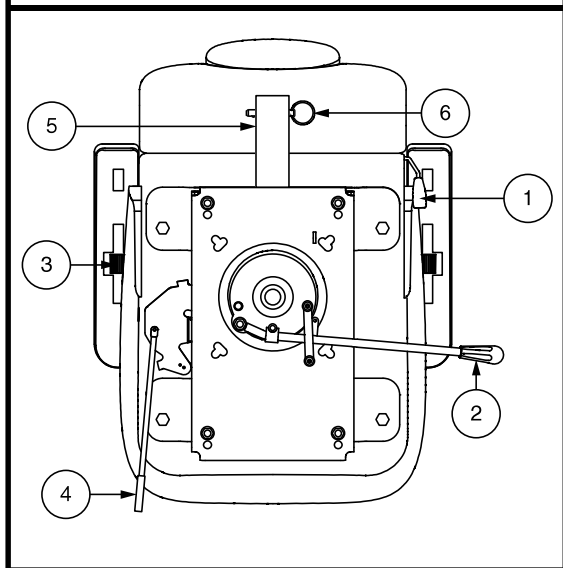

Figura 20. Regolazioni del sedile
Se lo scooter è dotato di uno schienale reclinabile, per regolare il sedile reclinabile dello scooter, osservare questi passaggi. Vedere figura 20.
Vedere figura 20.
L'inclinazione del bracciolo dello scooter è regolabile verso il basso o verso l'alto ruotando l'apposito selettore. **Vedere figura 20.**
1. Tirare verso l'esterno la leva scorrimento sedile (ubicata sul lato inferiore sinistro del sedile). **Vedere figura 20.**
La staffa accessoria montata posteriormente consente di collegare un accessorio personale, come un cestino, un portadeambulatore, o una bombola di ossigeno alla parte posteriore dello scooter. Utilizzare il perno di fermo per fissare in modo sicuro l'oggetto alla staffa accessoria. **Vedere figura 20.** Per dettagli rivolgersi al fornitore autorizzato.